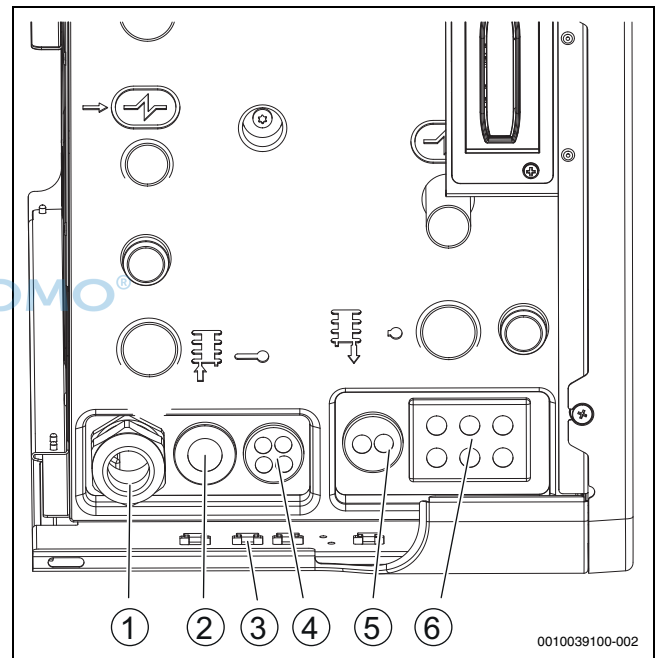

Bild 24 Kabeleinführungen der Inneneinheit
- Anschlusskabel über die Kabeldurchführungen auf der Unterseite der Inneneinheit führen. Die richtige Reihenfolge der Kabel ist Abbildung 24 zu entnehmen.
- Nach dem Einführen des Kabels die Kabelverschraubung festziehen (→Abbildung 24 [1]).